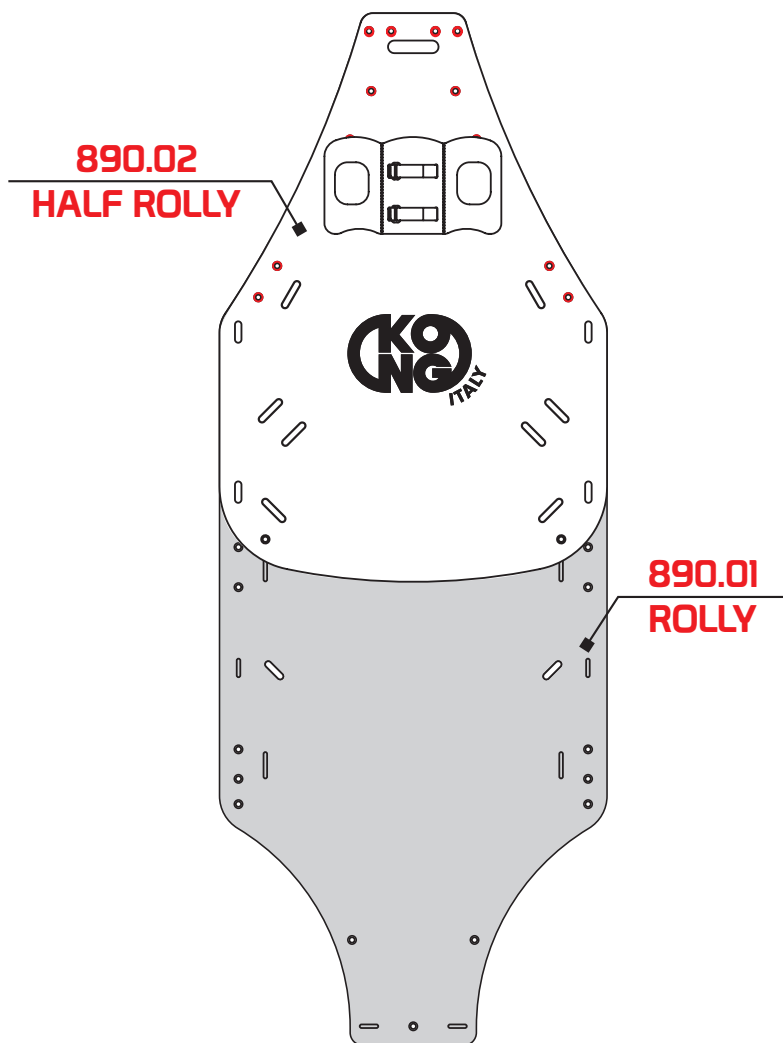
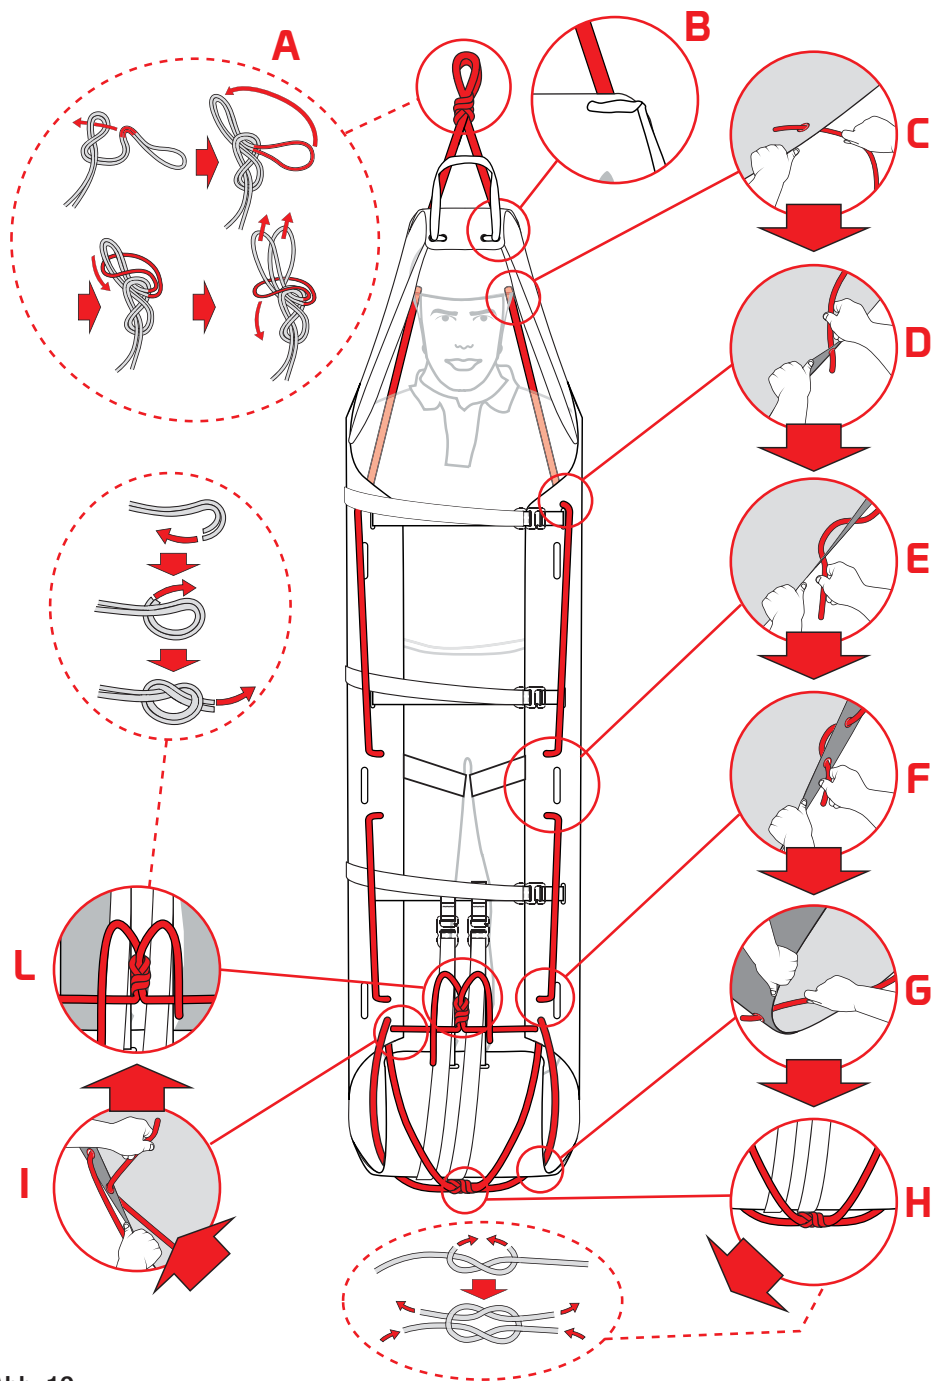

Abb. 18
Abb. 19
- b) darauf die Rettungstrage „**HALF ROLLY**“ mit dem immobilisierten Patienten legen und prüfen, dass die Löcher (Abb. 18) übereinstimmen und das Seil (M) einlegen – Abb. 19.